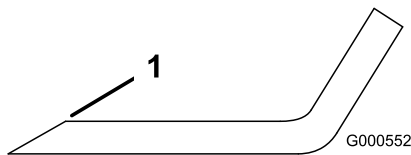

Bild 62
- Schärfen Sie die Schnittkante an beiden Enden des Schnittmessers mit einer Feile (Bild 62).
Hinweis: Feilen Sie, wenn das Schnittmesser nicht ausgewuchtet ist, vom Flügelbereich des Messers etwas Metall ab (Bild 62).